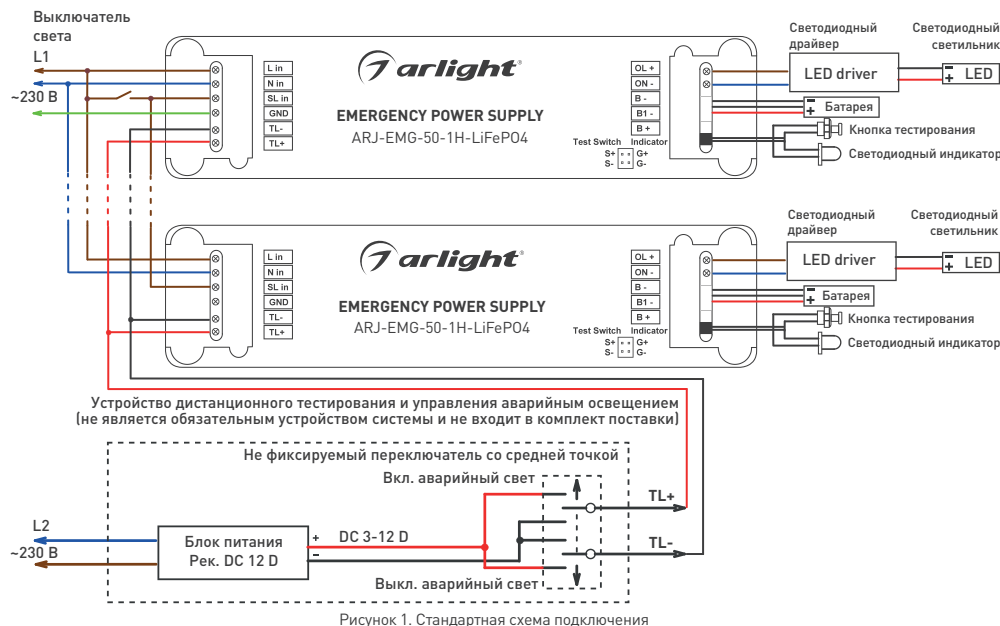

Рисунок 1. Стандартная схема подключения
- 3.4. Подключите провода, постоянно подключенные к сети: **L** (фаза) — коричневый провод, **N** (ноль) — синий провод. Смотрите рисунок 1.
Подключите провод, постоянно подключенный к сети: **L** (фаза) — коричневый провод через **Выключатель света** ко входу **SLin** источника питания. Смотрите рисунок 1.
Подключите входные провода источника питания светильника «Светодиодный драйвер» **N** (ноль), **L** (фаза) — коричневый провод. Смотрите рисунок 1.